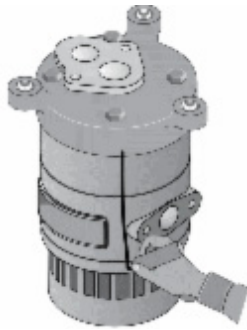

Figure 16
5. Tracez une ligne sur le côté de la pompe avec un marqueur pour faciliter l'alignement lors du réassemblage. Marquez la pompe du moteur jusqu'à la volute de base (voir la figure 16).